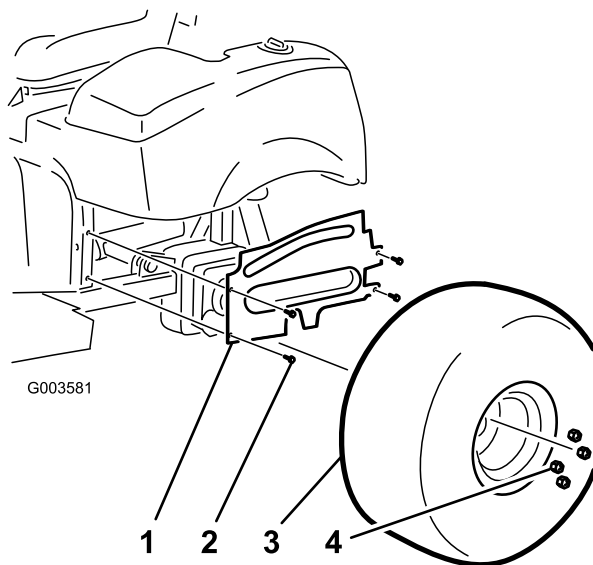

图 38
- 安装将左轮护罩固定到机架的 4 个凸缘头螺丝 图 38。
- 安装左后轮胎 图 38。